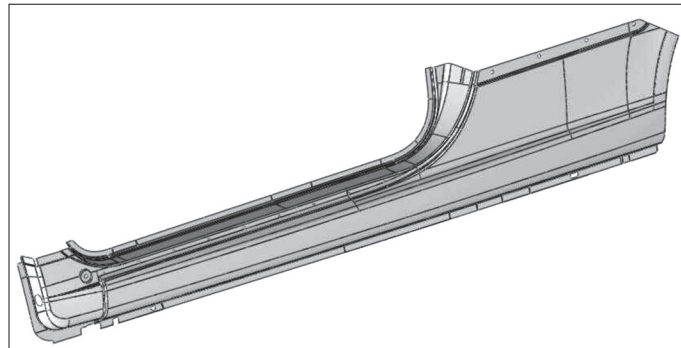

FIG. 57
- Identification de la pièce neuve (Fig.57).